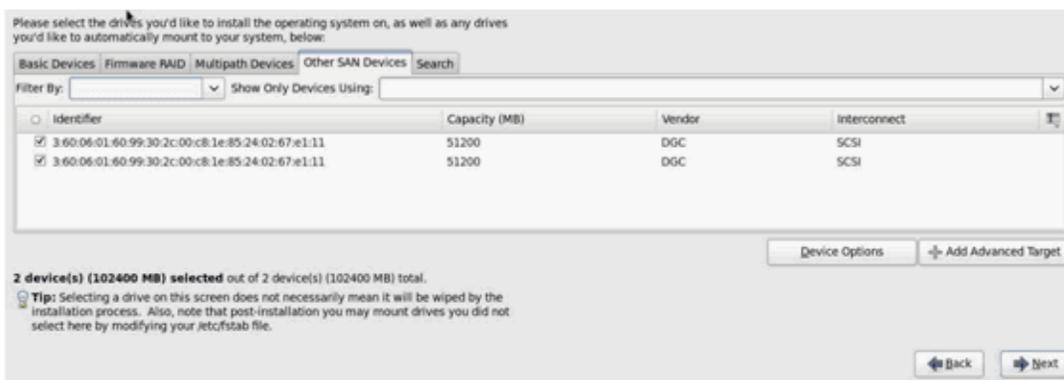

Abbildung 14-28. Bestätigen von FCoE-Treibern
- Prüfen Sie, ob alle sichtbaren FCoE-Datenträger unter „Multipath Devices“ (Multipath-Geräte) und/oder „Other SAN Devices“ (Andere SAN-Geräte) (Abbildung 14-28) angezeigt werden.